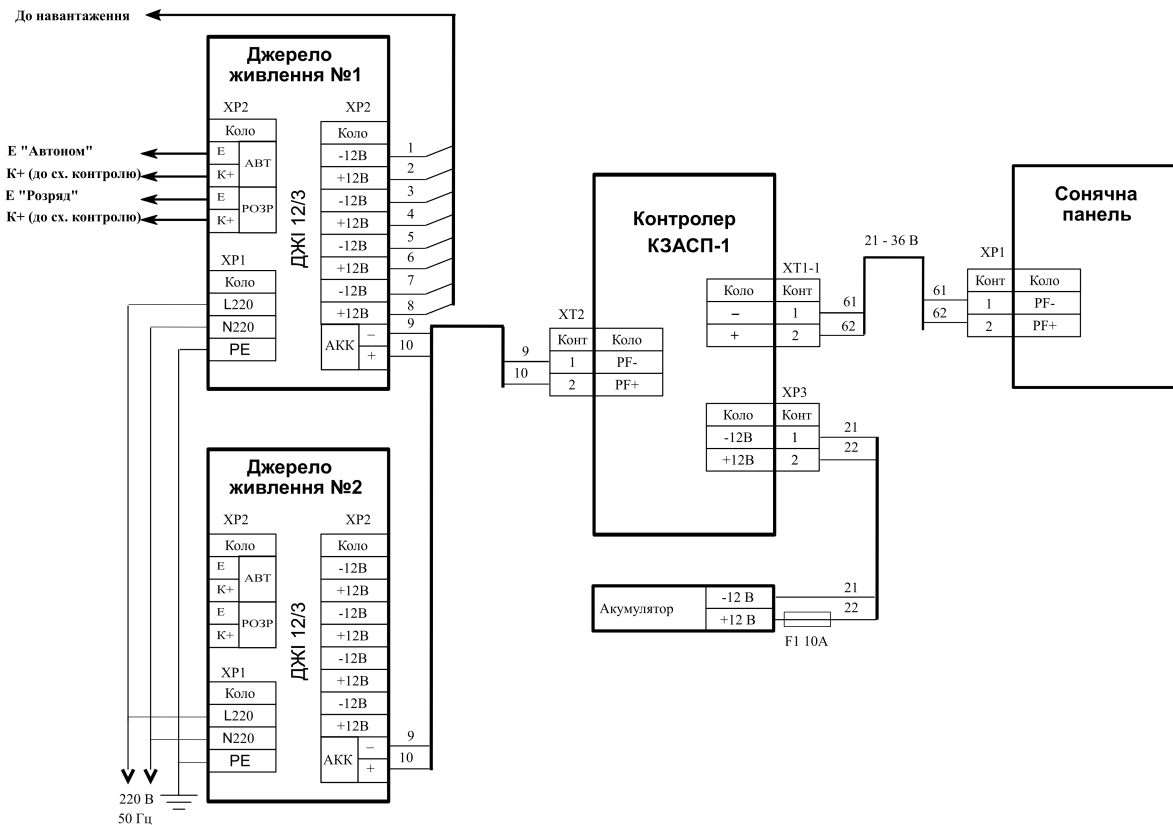

Рис. 4. Схема електричних з'єднань для прискореного заряджання акумулятора через контролер КЗАСП-1
3.3 При необхідності прискореного заряджання акумулятора використовується схема з двома джерелами живлення ДЖІ-12/3, контролером КЗАСП-1 та сонячною панеллю (Рис. 4).